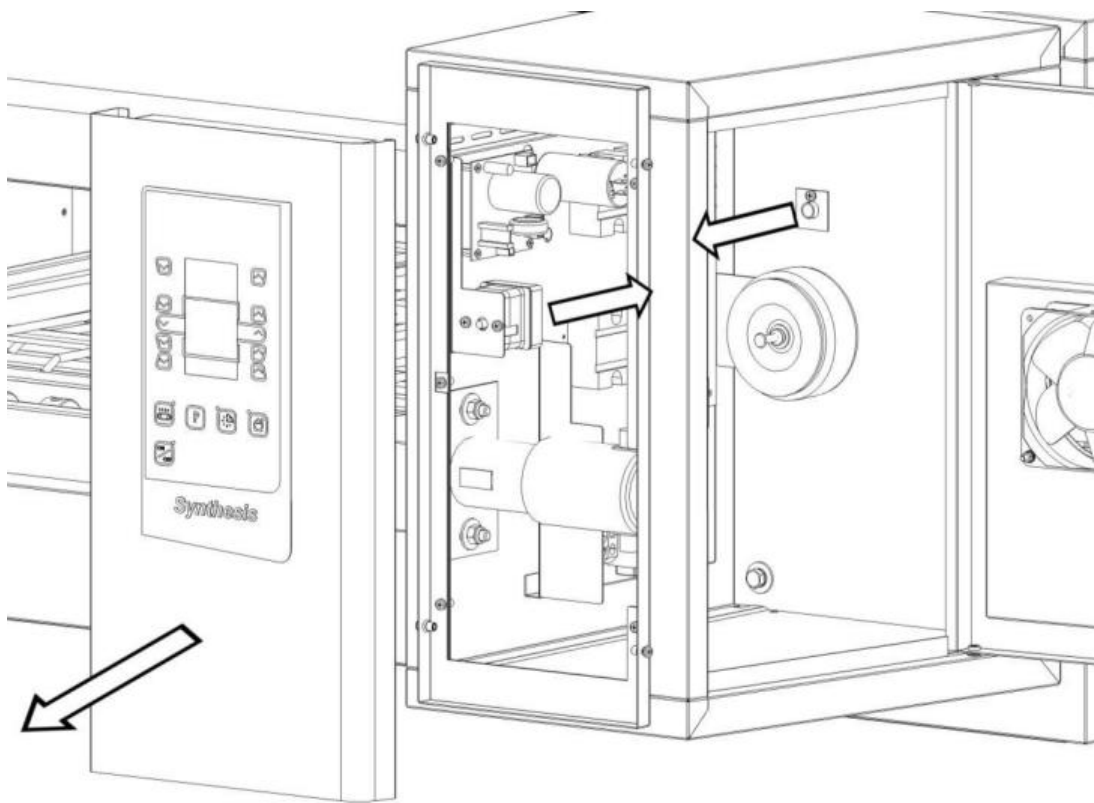

Рис.13
3. Отключите электрические соединения на термостате (рис. 13).
4. Снимите силиконовое уплотнение датчика и извлеките колбу, ослабьте винты и установите термостат на место (рис. 13).